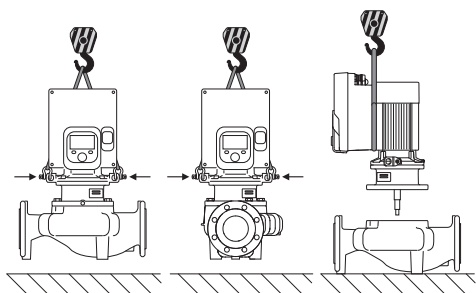

Fig. 6: Emelési irány függőleges motortengely esetén
A szivattyú szállítását engedélyezett teherszállító eszközök (csigasor, daru stb.) segítségével kell elvégezni. A teherszállító eszközöket a motorkarima szállítógyűrűihez kell rögzíteni. (Fig. 6, az itt látható ábrán: emelési irány függőleges motortengely esetén).
2. Biztosítékként megfelelő emelőeszközökkel rögzítse a behelyezhető készletet (Fig. 4) a szállítógyűrűkön. A Fig. 6 szerint helyezzen egy hevedert a motor és az elektronikamodul adaptere köré, hogy ne boruljon fel az egység. A rögzítéskor kerülje el az elektronikamodul sérülését.